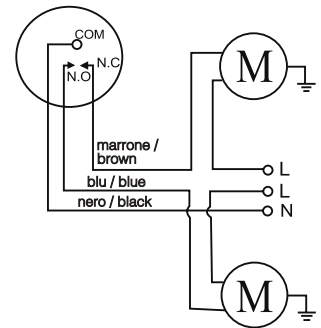

Fig.3
- Controllo elettrovalvola a 3 vie, svuotamento/riempimento automatico (Fig.3)
- 3-way valve control, auto-filling/emptying (Fig.3)